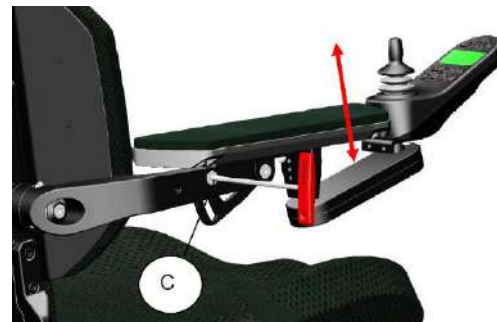

Figura 11-25
- Paso 2: Afloje el tornillo (C) suavemente hasta que el reposabrazos comience a moverse. (Figura 11-25)